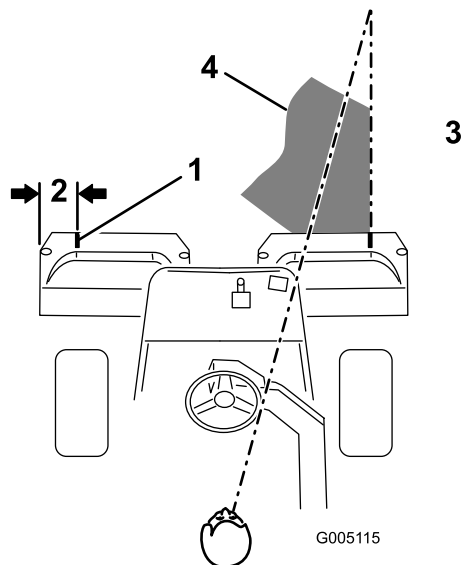

图 9
2. 在每个斗的外沿并行粘一个白色胶带或画一条线（图 9）。